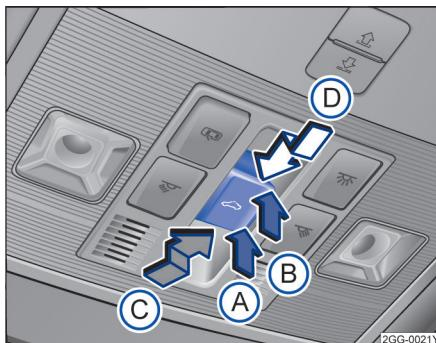

图 58 顶篷上的天窗控制按钮
按钮→图 58。1 挡位置：可完全打开天窗，或部分翻开天窗，打开或关闭天窗。
功能 操作方法→图 58
- 触发防夹功能后 5 秒钟内按压  按钮 → 图 58，沿箭头 ① 方向将按钮保持在 2 挡位置，直至天窗完全关闭。